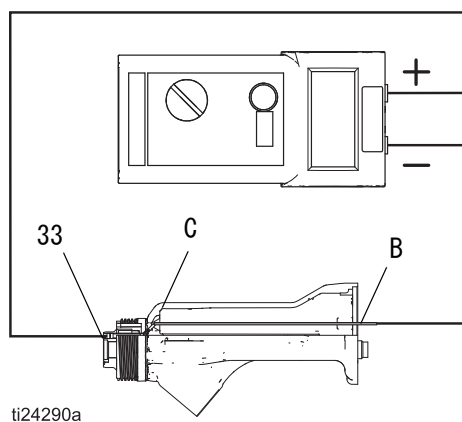

図 22。ガンバレルの抵抗のテスト
1. (電源テストのために取り外した) ガンバレルの中へ、バレルの前面が金属接触 (C) と対になるよう導電性棒 (B) を挿入します。
2. 導電性ロッド (B) と導電性リング (33) 間の抵抗を測定します。図 22 を参照してください。抵抗は 10-30 メガオームである必要があります。抵抗が正確でない場合、バレルの金属接点 (C) と導電性リング (33) がきれいで損傷していないことを確認してください。
3. 抵抗が範囲外である場合、導電性リング (33) を取り外して、導電性ロッド (B) と導電性リングの溝の底にあるリード線の間の抵抗を測定します。
4. 抵抗が範囲内にある場合、導電性リング (33) を新しいものと交換します。導電性リングをバレル前面のスロット (S) に挿入してから、リングをしっかりと溝に押し込みます。